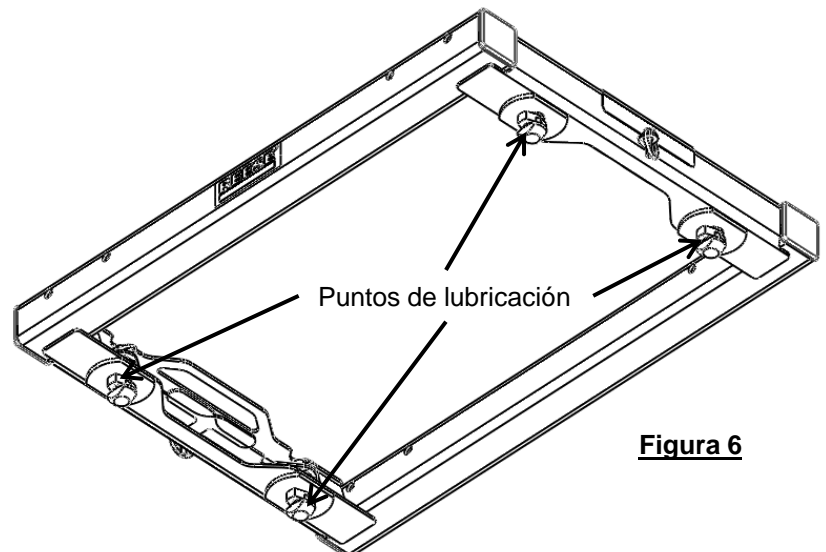

Figura 6
1. Lubrique las patas con grasa de litio para facilitar la activación como se muestra en la Figura 6